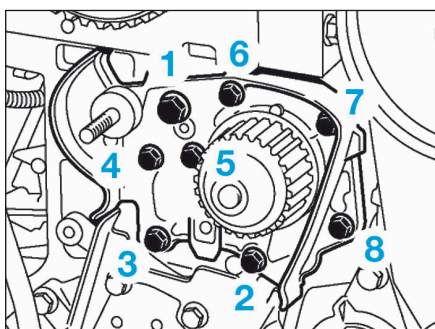

FIG.18
- Serrer les vis de pompe à eau dans l'ordre prescrit (Fig.18).